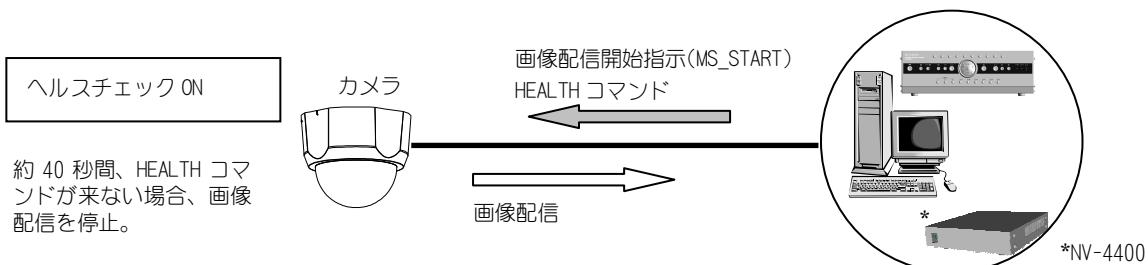

図 16-5 ヘルスチェック ON
- (1) ネットワークカメラは、図 16-5 に示す様に配信開始コマンド(MS\_START)を受信すると、画像配信を開始します。
- (2) 以降、ネットワークカメラは HEALTH(ヘルス) コマンドを受信している間、画像配信を続けます。
- (3) ネットワークカメラは HEALTH コマンドが約 40 秒間送信されてこないと、画像配信を停止します。